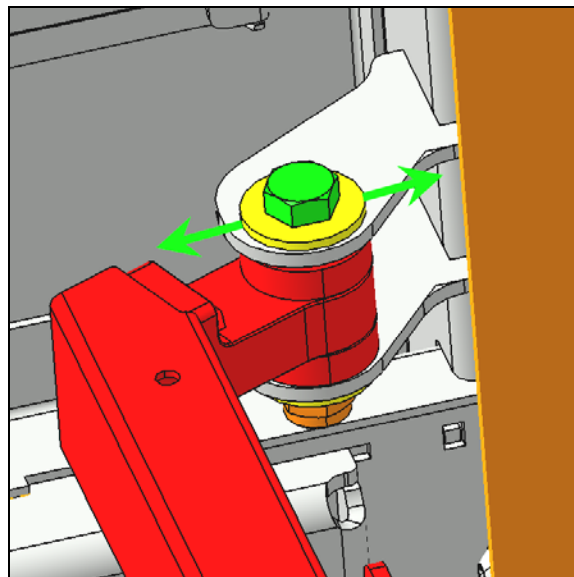

FIGURE 117:
8. Si la position longitudinale au niveau du bras inférieur est hors tolérance, vous pouvez ajuster la porte en utilisant le jeu au point d'attache entre le bras inférieur et le châssis. (Figure 117:).